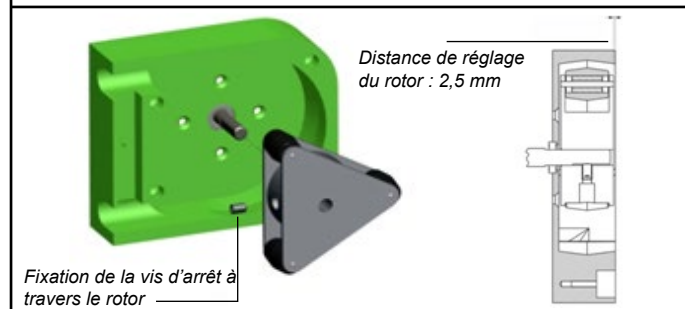

Fig. 12 Remplacement du rotor – EV 8000
2. Alignez le sommet du galet avec le coude du parcours du tube ou reculez le rotor par rapport à l'avant du boîtier de la pompe (→ Figure 12)